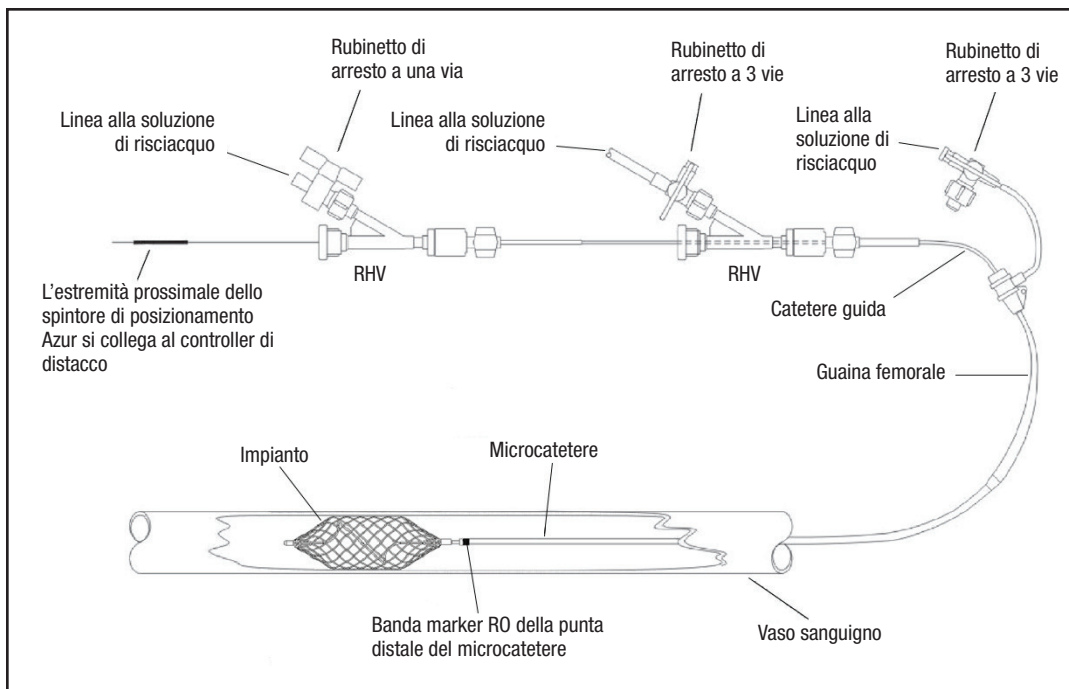

Figura 1 – Diagramma dell'impostazione del sistema Azur
1. Fare riferimento alla Figura 1 per il diagramma di impostazione.